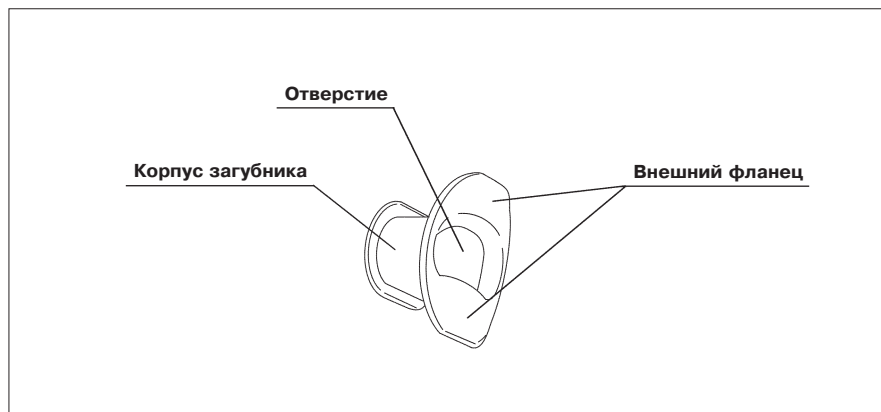

Рис. 3.14
1. Убедитесь в отсутствии трещин, деформаций и изменений окраски на загубнике (см. рис. 3.14).
2. Используя кончики пальцев, проверьте все поверхности загубника на предмет наличия царапин или других дефектов (см. рис. 3.14).